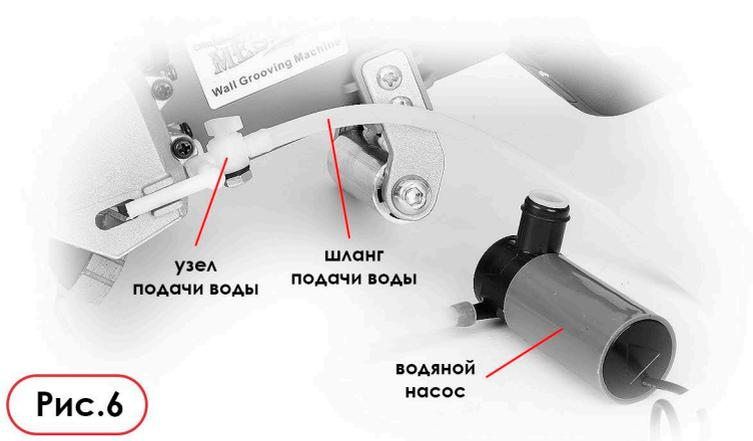

Рис.6
2. Подключите шланг подачи воды к установленному узлу и к водяному насосу. (Рис. 6) Поместите насос в резервуар с водой и подключите питание водяного насоса к розетке.